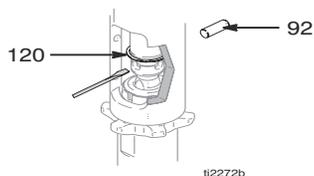
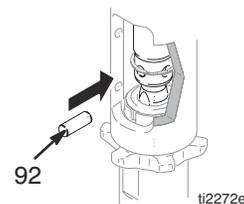

FIG. 8
FIG. 11
2. Fig. 8. Spingere in alto la molla di ritenzione; spingere all'esterno il perno (92).
2. Fig. 11. Tirare piano il filo di avviamento del motore finché il foro del perno dell'asta della pompa non è allineato con il foro dell'asta idraulica. Fig. 8. Spingere il perno (92) nel foro. Spingere la molla di ritenzione (120) nel solco.